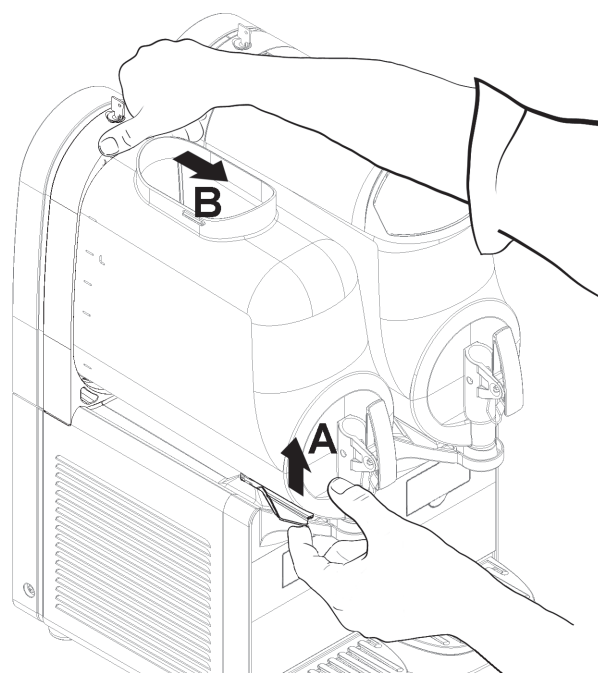
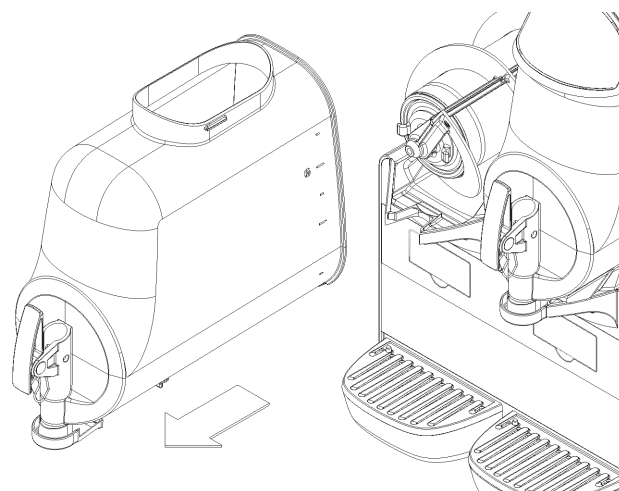

figura 10
figura 11
2 Per smontare il contenitore è necessario spingere verso l'alto l'apposita leva (vedere figura 10) e quindi sfilare il contenitore stesso (vedere figura 11).
tore stesso (vedere figura 11).
- 3** Rimontare il rubinetto sul contenitore con sequenza inversa rispetto a quella di figura 11.